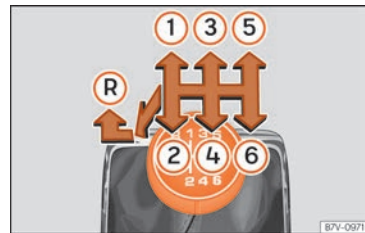

Abb. 237 Schaltschema des 6-Gang-Schaltgetriebes.
Auf dem Schalthebel sind die Positionen der einzelnen Fahrgänge dargestellt »» **Abb. 237**.
- Schalthebel auf Leerlauf stellen und nach unten drücken, ganz nach links und dann nach vorne schieben, um den Rückwärtsgang » Abb. 237 (R) einzulegen.